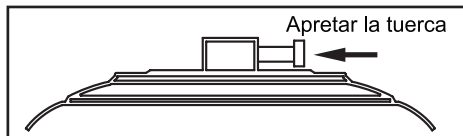

Figura 8
6. Ajustar los tornillos del collarín en el extremo superior de la carcasa del motor (Figura 8).